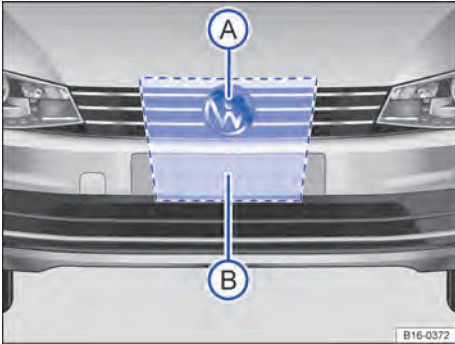

Fig. 122 Na grade do radiador, atrás do logo VW: sensor do radar (A) e área que deve ser mantida livre em volta do sensor do radar (B).
Para a detecção da situação do trânsito, está instalado um sensor do radar → Fig. 122 (A) na grade do radiador atrás do logo VW.
A área frontal e ao redor do sensor do radar → Fig. 122 ❷ não deve ser coberta por etiquetas adesivas, faróis extras, moldura decorativa das placas de licença ou coisas semelhantes, porque isso pode comprometer a função do ACC.